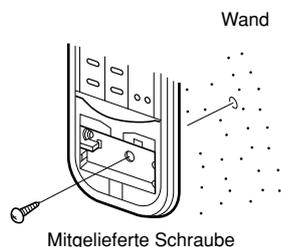

Abb. 7-15
- 6) Durch das im Batteriefach vorgebohrte Loch die Fernbedienung an der Wand einschrauben. (Fig.7-15).